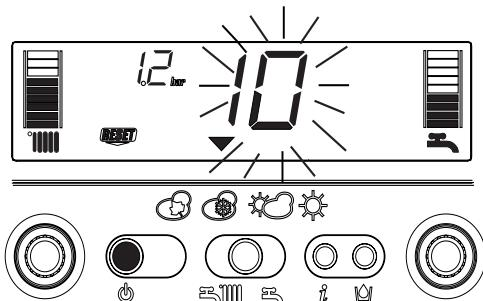

Fig. 4.25
2) Visualizzazione della sola icona (fig. 4.25)